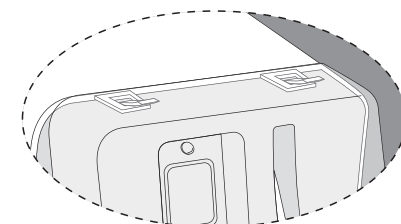

図2
※盗難防止には図2の下部取付け穴にセキュリティワイヤーを通すなどしてご使用ください。
②カバーをはずします。(4ページ 開け方参照)
③上部取付け穴2ヶ所を付属のネジで固定します。
④下部2ヶ所、ネジで固定します。(図2)
閉め方：本体にカバーのツメをひっかけて閉め、ロックをかけます。(図2)